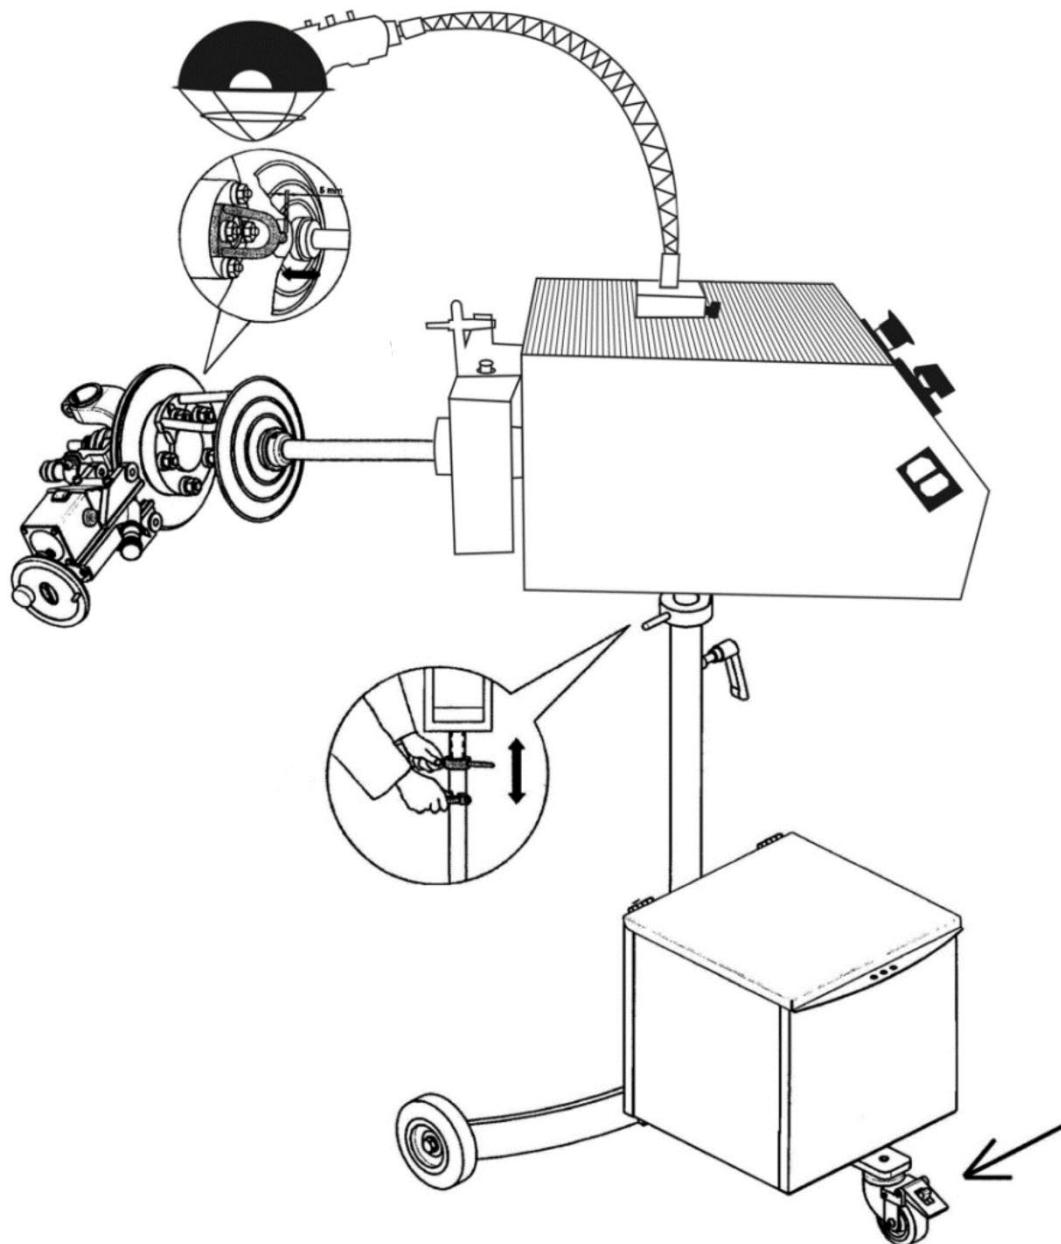

Рисунок 25
7.6.3 При необходимости подложите шайбу между универсальным кронштейном и отверстием для крепления тормозного суппорта (рис. 25), чтобы блок проточки был установлен согласно (рис. 25, 26).
7.7.3 Ослабьте фиксирующую ручку на пол оборота (рис. 25)
7.7.5 Пододвиньте приводную скобу к приводному адаптеру, оставив зазор 5 мм (рис. 25).
- 7.8.5** Проведите финальную регулировку высоты для уменьшения вибрации (рис. 25).